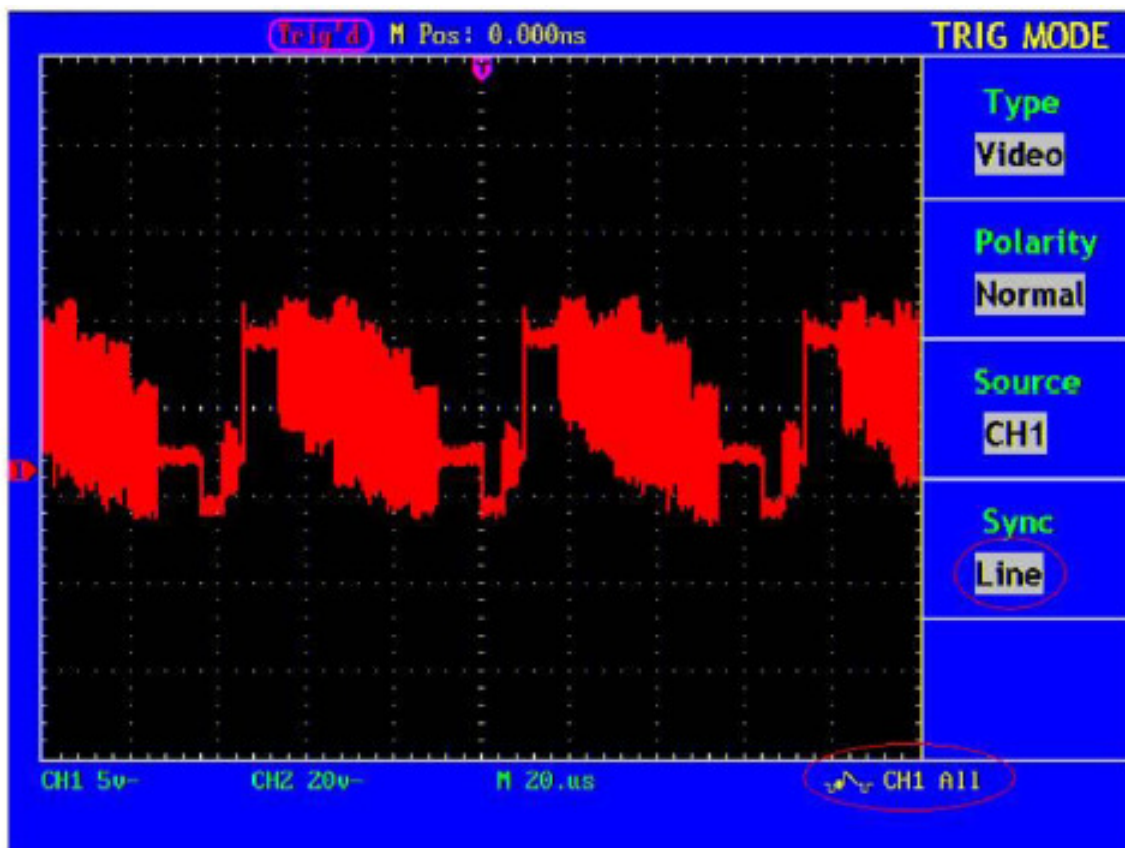

Abb. 65 Wellenform, erzeugt durch Videozeilentrigger
6. Betätigen Sie die Einstellknöpfe **VOLTS/DIV**, **VERTICAL POSITION** und **SEC/DIV**, um die Wellenform entsprechend anzuzeigen (siehe Abb. 65).